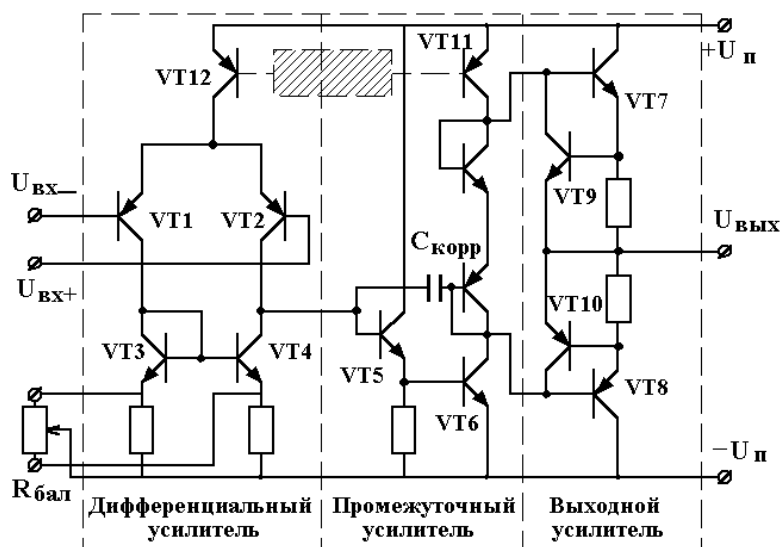
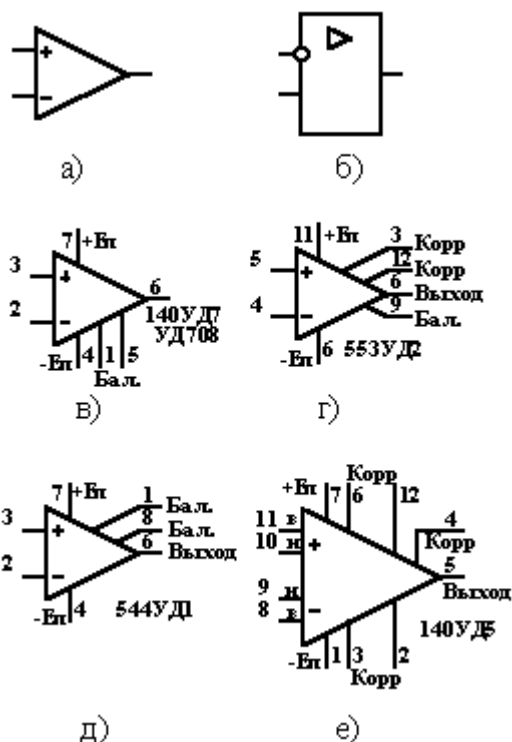

Рис. 1. Упрощенная принципиальная схема ОУ (часть схемы, обозначенная штриховкой, не приведена).
Рис.2
Примеры схемных обозначений ОУ приведены на рис. 2. Обычно на схемах ОУ обозначается треугольником с указанием инвертирующего и неинвертирующего входа с помощью значков "-" и "+" (рис. 2,а), реже – прямоугольником с инвертирующим входом в виде кружка (рис. 2,б). Изображения, приведенные на рис. 2,а и 2,б, используются, как правило, в функциональных или упрощенных схемах, остальные – в принципиальных схемах.
**Напряжение смещения ( $U_{см}$ )** определяется как разность напряжений на входах, при котором  $U_{вых} = 0$  при оговоренных сопротивлениях резисторов, подключаемых ко входам. Если значения этих резисторов стремятся к нулю, то напряжение смещения называют **э.д.с. смещения ( $E_{см}$ )**. Для ОУ с биполярными транзисторами на входе  $U_{см}$  зависит в основном от разброса напряжений  $\Delta U_{э,б}$  эмиттерно-базовых переходов и составляет  $1 \div 10 \text{ мВ}$ . Для ОУ с полевыми транзисторами на входе  $U_{см}$  обычно в несколько раз больше (до  $30 \text{ мВ}$ ), что объясняется их меньшей крутизной. Если на оба входа ОУ, не охваченного отрицательной обратной связью, подать точно равные напряжения, например, оба входа заземлить, на выходе скорее всего будет наблюдаться уровень, близкий к одному из питающих напряжений, то есть ОУ войдет в режим ограничения  $U_{вых} = U_{см} \cdot K_0 \sim 10^{-2} \cdot 10^5 = 1000 \text{ В} \gg E_{пит}$ . Для того чтобы при подаче равного напряжения на оба входа усилителя выходное напряжение было близко к нулю, ОУ необходимо сбалансировать. Балансировка ОУ обычно достигается подачей дополнительного тока в цепь коллекторов входного ДУ с помощью переменного резистора, подключаемого к специальным выводам ( $R_{бал.}$  на рис. 1). Некоторые типы ОУ таких выводов не имеют и балансируются по входу (140УД5, рис. 2,е).